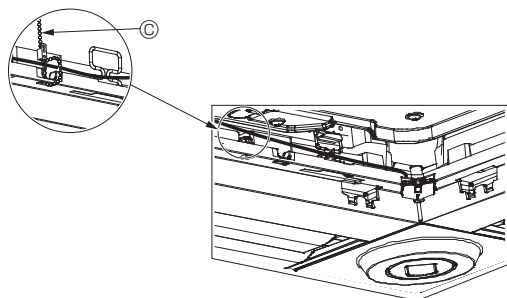

Fig. 10-12
- Sujete los cables del Sensor i-see y del receptor de señales en el panel con el remache de la forma mostrada en el diagrama procurando que queden tensos, y luego corte el sobrante en el extremo del remache. (Fig. 10-12)
- Si la posición del Sensor i-see ha cambiado de "o" (E) a "□" (F), cambie los ajustes de función. (Véase la página 14.)